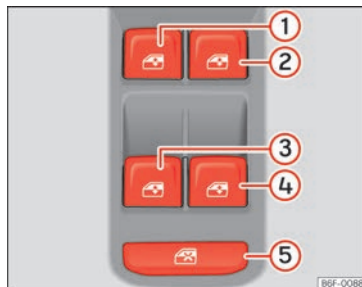

Abb. 62 Ausschnitt der Fahrertür: Schalter für die Fenster.
Mit dem Sicherheitsschalter >>> **(Abb. 62) ⑤** in der Fahrertür können die Fensterheber-Tasten in den hinteren Türen außer Funktion gesetzt werden.